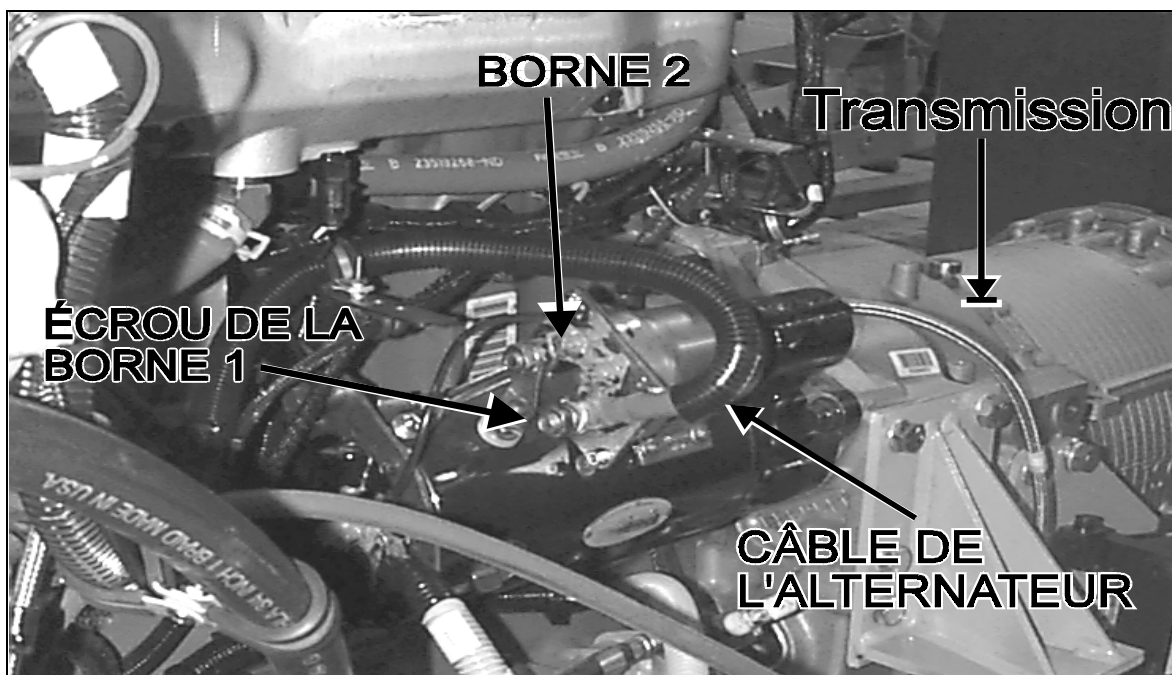

FIGURE 1: VUE DU DÉMARREUR ET DE LA TRANSMISSION
1. Localiser le démarreur modèle 50MT dans le compartiment droit du moteur (Fig. 1).
2. Dévisser l'écrou de la borne 1 (positive) sur le démarreur et retirer le câble de l'alternateur et le câble des batteries (Fig.1).
4. Positionner le câble de l'alternateur la borne 1 (positive) tel qu'indiqué sur la figure 1. Il s'agit de faire un cercle vers l'extérieur du compartiment pour empêcher le frottement du câble sur la borne 2 (négative) du solénoïde du démarreur.
Avertissement: La figure 1 démontre la bonne position du câble de l'alternateur sur la borne 1 (positive). De plus, un autre câble est attaché à la borne 1 (positive) (Non illustré sur la figure 1). Il s'agit du câble des batteries. Ces deux câbles ne doivent pas toucher à la borne 2 (négative).
5. Appliquer à l'écrou du démarreur un couple de serrage entre 27-34 N•m (20-25 lbf•ft) tout en s'assurant que le câble de l'alternateur garde la position démontrée sur la figure 1.